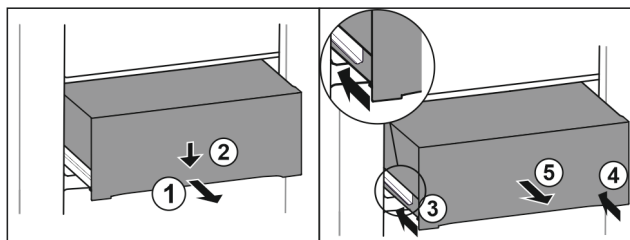

Fig. 94
- ▶ Wyciągnąć szufladę do połowy. *Fig. 94 (1)*
- ▶ Popchnąć szufladę z przodu w dół. *Fig. 94 (2)*
- ▶ Wsunąć lewą szynę o ok. 2 cm. *Fig. 94 (3)*
- ▶ Wsunąć prawą szynę o ok. 2 cm. *Fig. 94 (4)*
- ▶ Wyjąć szufladę do przodu. *Fig. 94 (5)*